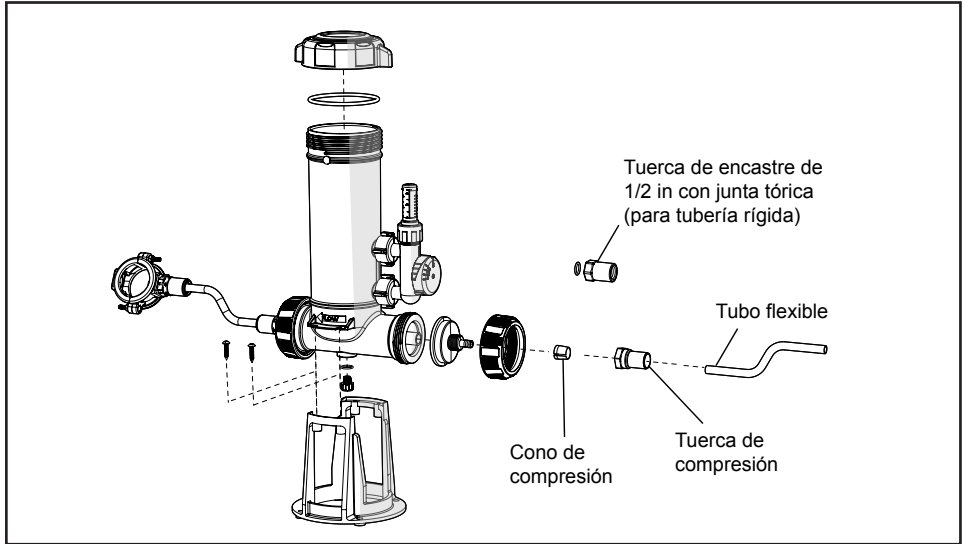

Figura 6. Conexión de herrajes al dosificador
- b. Conecte la línea de entrada y salida al dosificador instalando la tuerca de compresión y el cono sobre el tubo. Empuje el tubo hacia el extremo ahusado de la entrada. Ajuste la tuerca manualmente con firmeza (Figura 6).